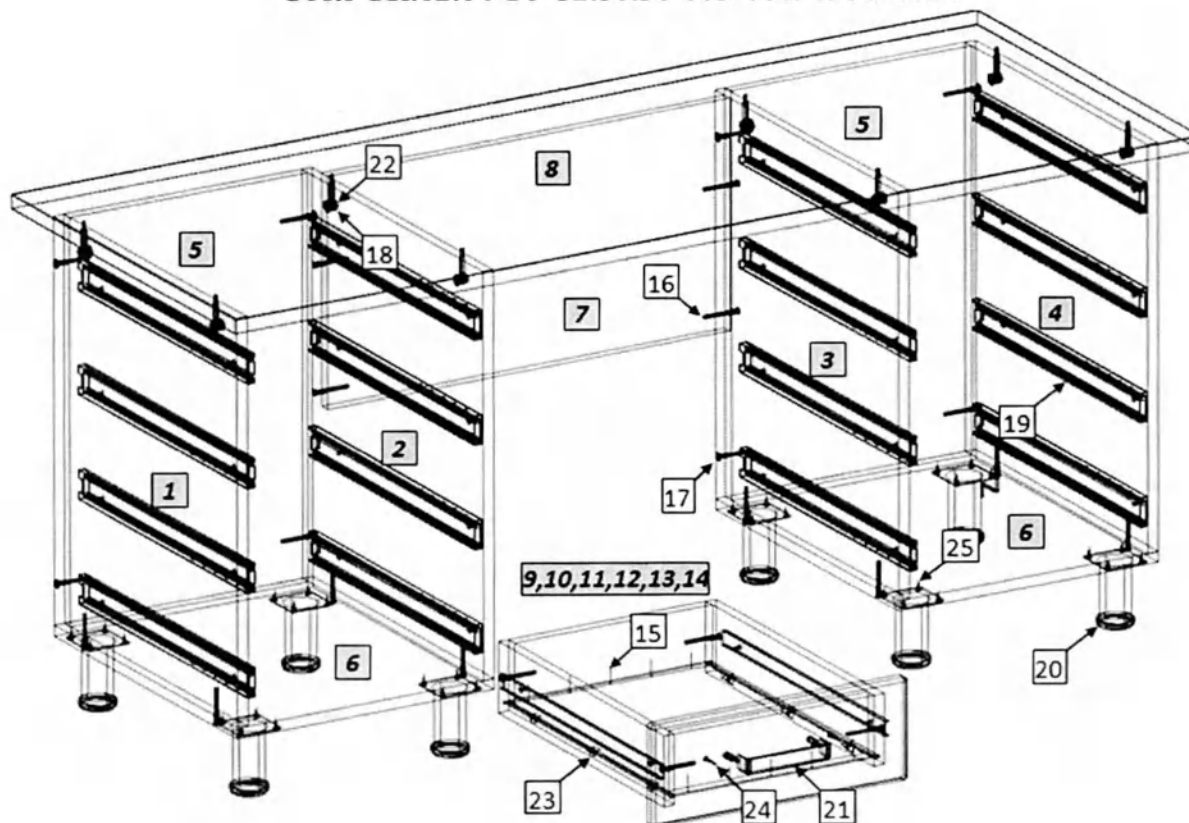

Рис. 1
1. Внимательно ознакомьтесь со схемой сборки, изображённой на рис. 1, сверяясь со спецификацией на изделие. Согласно схеме и спецификации определите расположение деталей в изделии и порядок их сборки. Сборка производится на ровном полу, укрытом материалом, предотвращающим повреждение покрытия пола и деталей мебели. Подготовьте необходимые для сборки инструменты – плоскую и крестовую отвёртки, молоток, рулетку или линейку.
2. На боковых стенках (1,2,3,4) установите цилиндрические части эксцентриковых стяжек (19), установите полкодержатели (17). На боковых стенках (1,4) закрепите монтажные планки петель (16). На крышке (9) установите штоки эксцентриковых стяжек (19).
3. Евровинтами (12), как показано на рис. 1, соедините боковые стенки (1,2,3,4) с вертикальными стенками (5) и горизонтальными стенками (6,7). На горизонтальной нижней стенке при помощи шурупов 4×16 (20) установите регулируемые опоры (15). Собранные тумбы соедините вертикальной стенкой (8), установив её при помощи евровинтов (12). Установите крышку (9). Затяжка соединения производится путём поворота эксцентриков до упора в направлении стрелки, выштампованной на корпусе стяжки. Закройте видимые головки евровинтов и эксцентриков заглушками (13,14).
4. На дверях (11) шурупами 4×16 (20) закрепите петли (16), установите ручки (18). Закрепите двери (11) к боковым стенкам стола (1,4). Отрегулируйте положение дверей винтами петель. Установите полки (10) на полкодержатели (17).